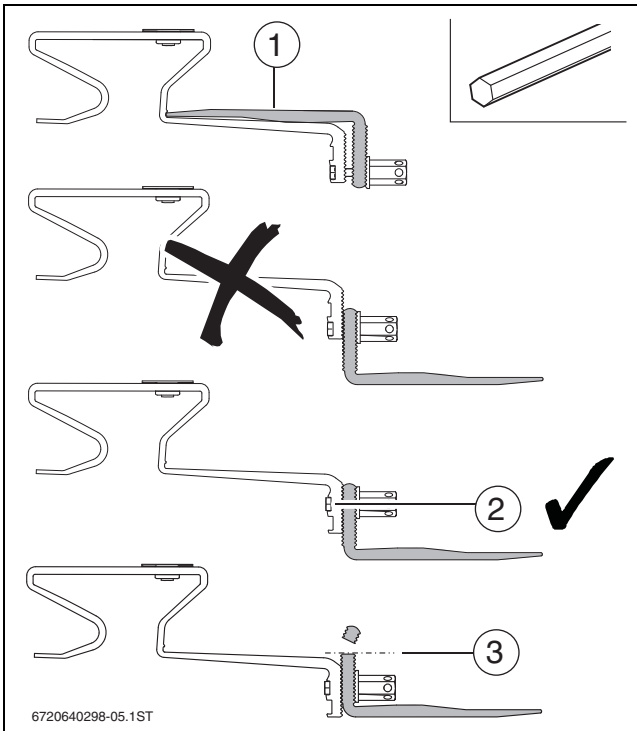

Рис. 20
- ▶ Если общая толщина черепицы и обрешётки больше 70 мм, то используйте кровельный крюк как стропильный анкер (→ рис. 20).